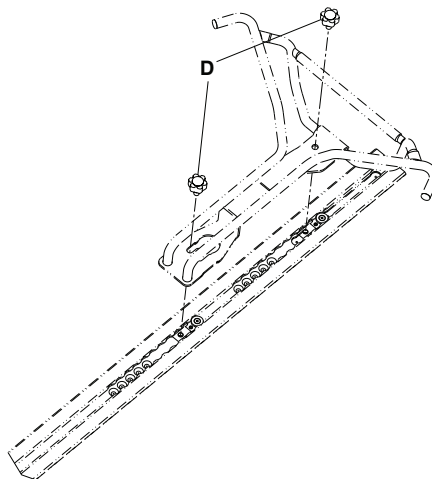

Рисунок 2 – Роговидный фиксатор в сборе с серебристыми ручками (6390-001-033)
3. Установите две серебристые ручки (6390-001-033) для крепления роговидного фиксатора в сборе (Рисунок 2). Порядок установки универсальной напольной пластины описан в инструкции по установке напольной пластины (6390-001-020).